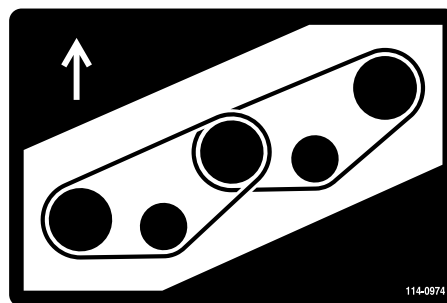
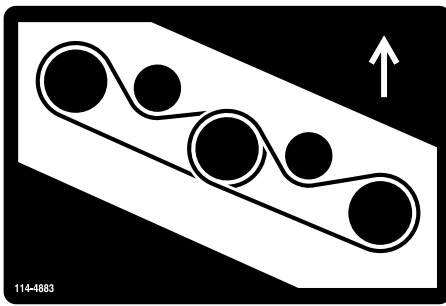

Bild 85
Bild 86
7. Verlegen Sie den neuen Riemen um die Spindelscheiben und die Spannscheiben (Bild 85 und Bild 86).